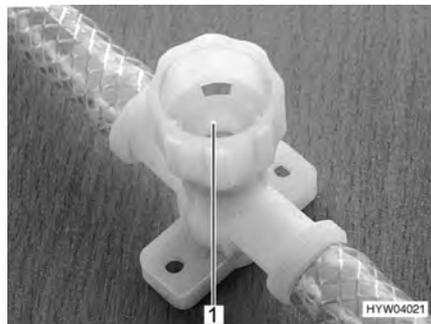

Bild 134 Ablasshahn für Therme
- Alle Ablasshähne schließen. Dazu die Kappen (Bild 134,1) im Uhrzeigersinn drehen.
- Alle Ablasshähne der Therme öffnen. Dazu die Kappen (Bild 134,1) entgegen dem Uhrzeigersinn drehen.